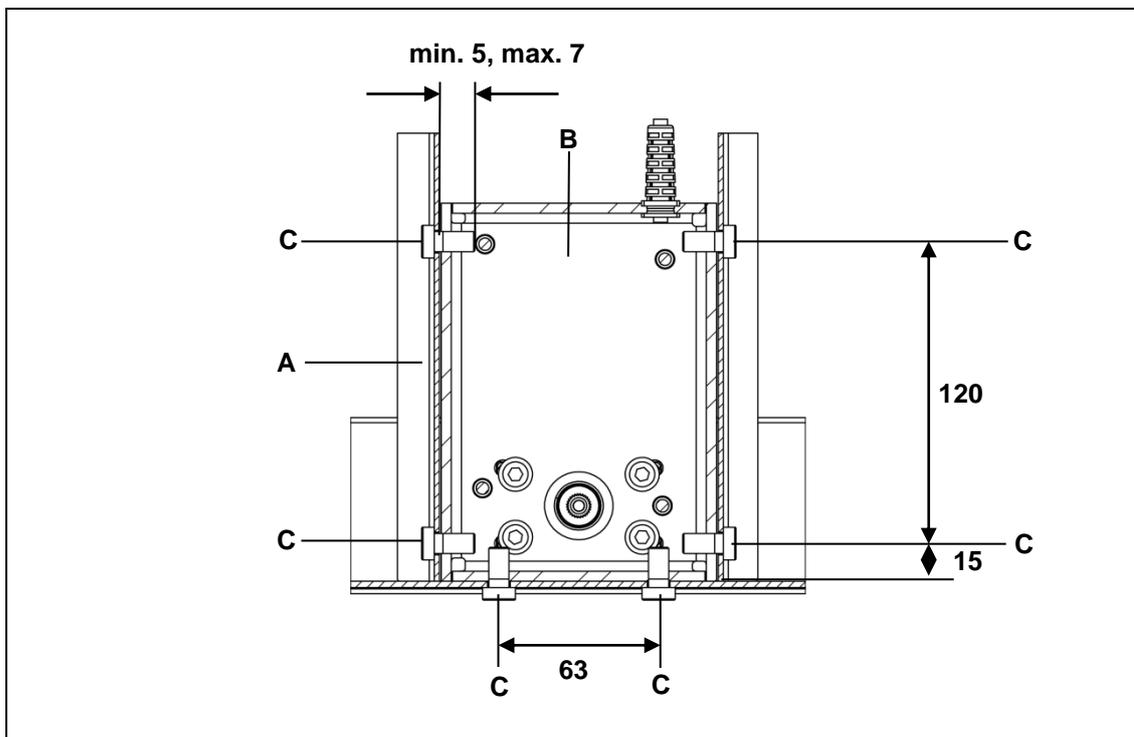
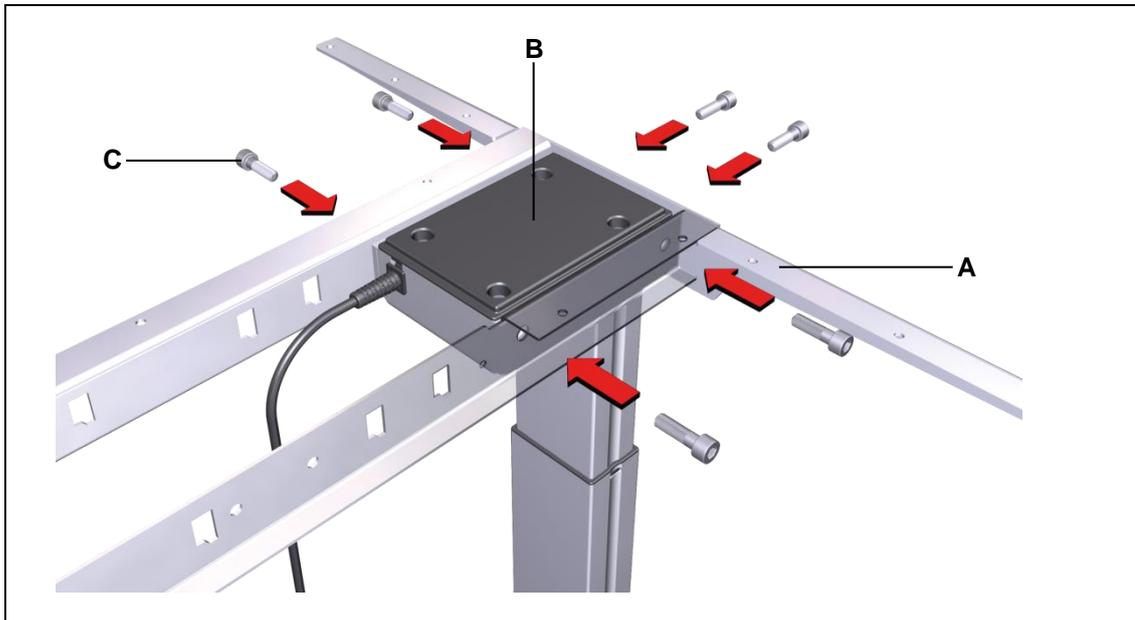

Abbildung 9 Montage Tischrahmen (Angaben in mm)
Abbildung 10 Montage Tischplatte
- ▶ Verwenden Sie Schrauben M8 (Festigkeitsklasse 8.8), wie in Abbildung 9 gezeigt. Das Anzugsdrehmoment darf maximal 20 Nm betragen.
- 1 Legen Sie den Tischrahmen mit den Bohrungen über die Hubsäule und verschrauben Sie den Tischrahmen mit sechs Schrauben an das Motorgehäuse der Hubsäule, wie in Abbildung 10 gezeigt (maximales Anzugsdrehmoment 20 Nm). Die Montagemaße entnehmen Sie Abbildung 9.